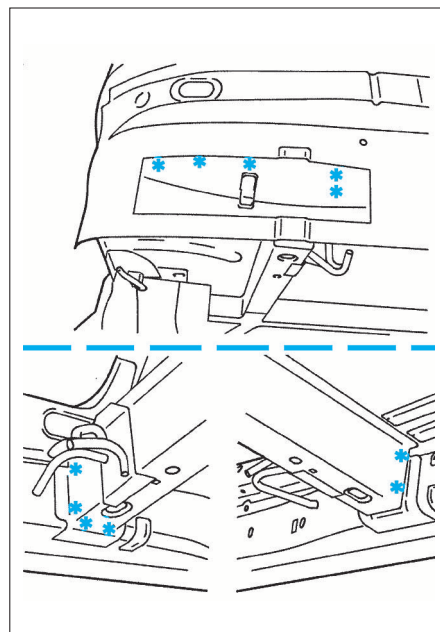

FIG. 84
• Fraiser les points de soudures électrique (Fig.84).